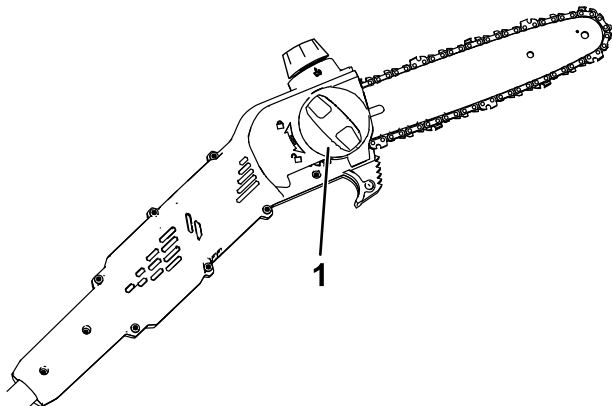
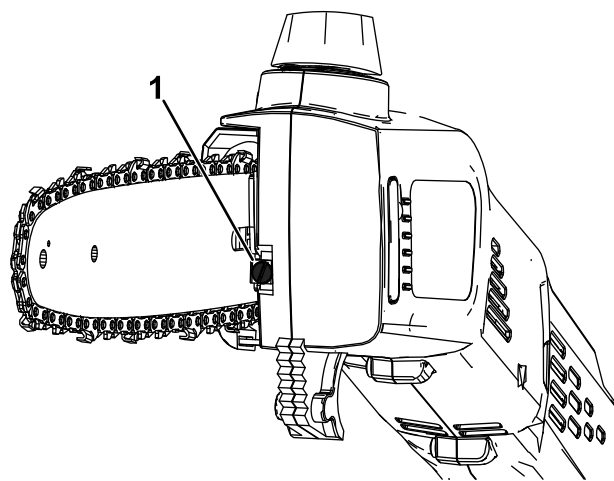

Figura 18
Figura 19
4. Gire el pomo de la cubierta en sentido antihorario para aflojar la cubierta, pero no la retire (Figura 18).
5. Ajuste la tensión de la cadena usando el tornillo tensor de la cadena (Figura 19), y luego sujete la cubierta lateral a la sierra de pértiga girando el pomo de la cubierta en sentido horario antes de comprobar la tensión (Figura 18).
3. Afloje la cadena girando el tornillo de apriete de la cadena en sentido antihorario (Figura 19).